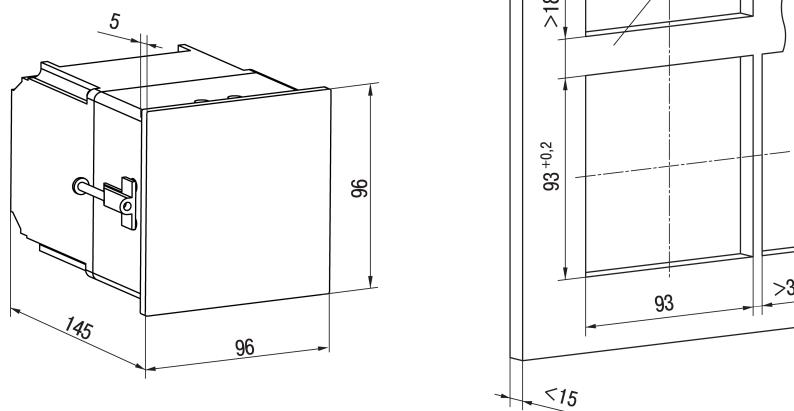

Рисунок 4.2 – Габаритные размеры корпуса Щ4
- Подготовить на щите управления место для установки прибора (см. рисунок 4.2).